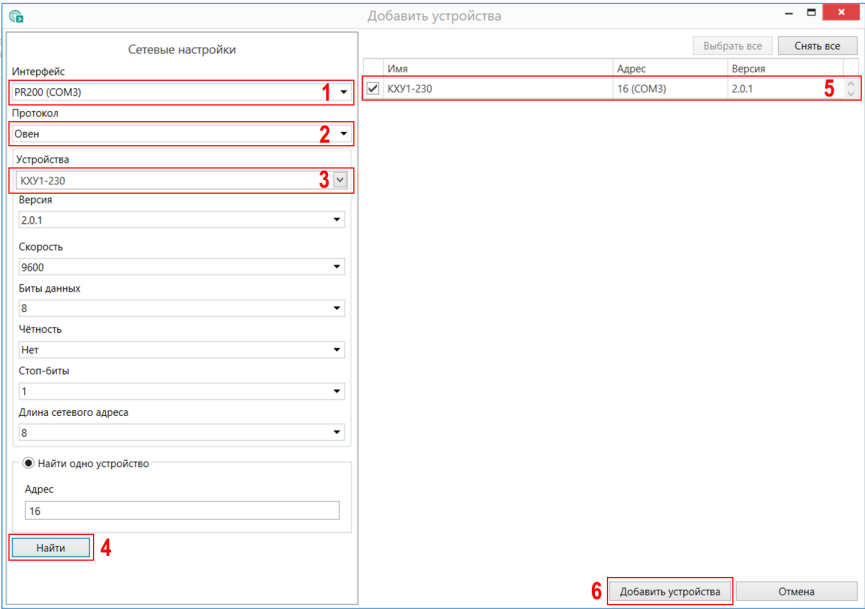

Рисунок 12.1 – Настройки связи с устройством
6. Выбрать интерфейс «PR200 (COM3)» (см. рисунок 12.1, 1). Номер COM порта, присвоенный прибору можно узнать в Диспетчере устройств Windows.
7. Выбрать протокол **ОВЕН** (см. рисунок 12.1, 2).
8. Выбрать устройство (рисунок 12.1, 3). Модификация прибора указана на боковой стороне прибора.
9. Выбрать «Найти одно устройство», если добавляется один прибор. Запустить поиск нажатием на кнопку «Найти» (см. рисунок 12.1, 4).
10. Выделить найденное устройство (см. рисунок 12.1, 5).
11. Добавить устройство в проект Конфигуратора по нажатию кнопки «Добавить устройства» (см. рисунок 12.1, 6).
1. Нажать на кнопку  **Обновить устройство** в контекстном меню выбранного устройства или в главном меню. Откроется диалоговое окно для смены встроенного ПО устройства. Можно обновить одно или несколько устройств. Устройства следует выделить в области устройств (см. рисунок 12.1, 5) и выбрать **Обновить устройство** в контекстном меню или главном меню.